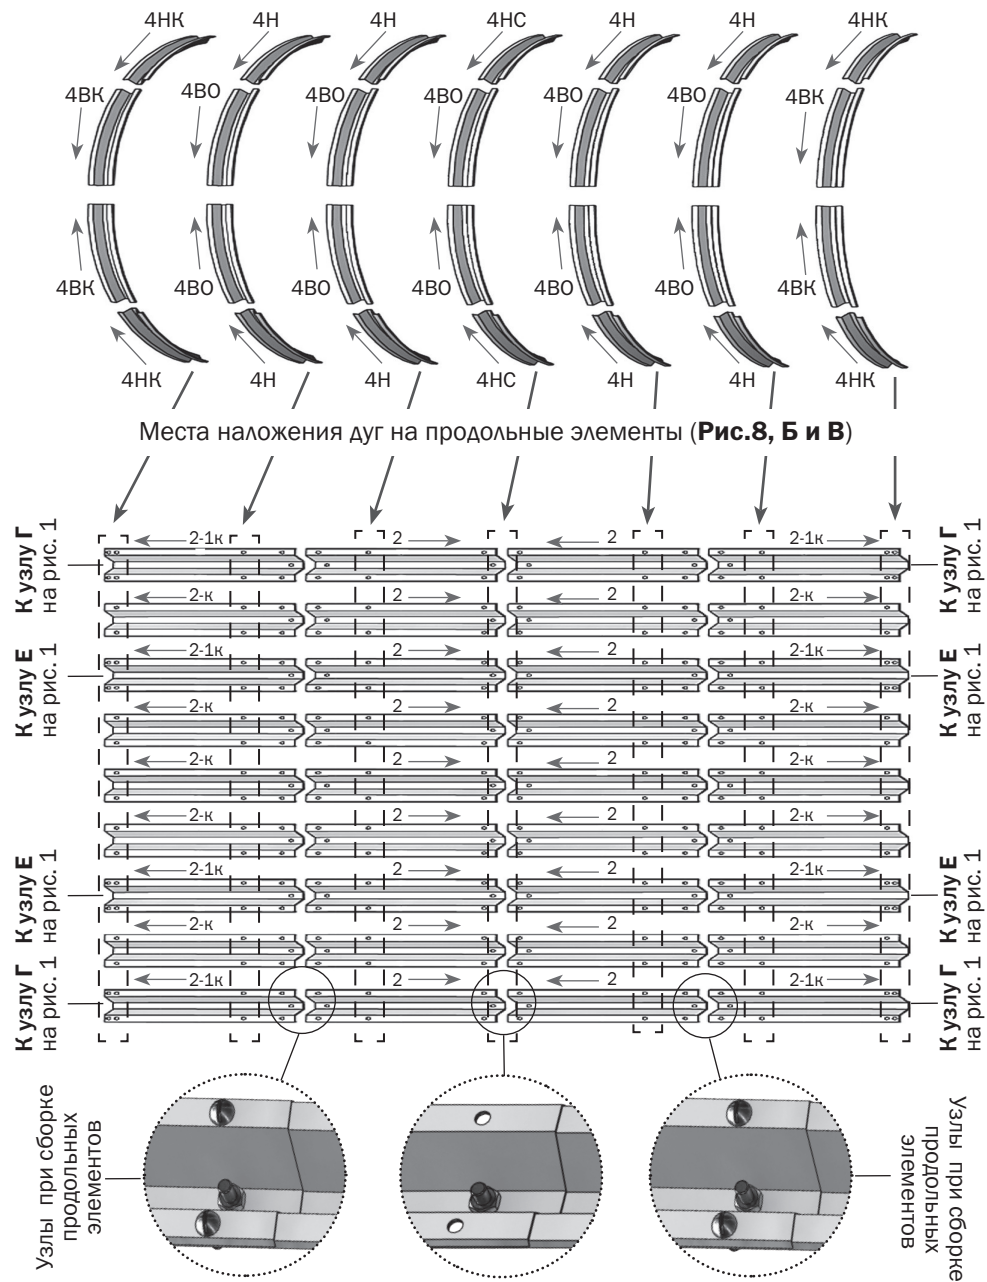

Рис. 5 Расположение дуг и продольных элементов каркаса
детали **4** и **2** - см. **Рис.5,6**
3. Выполняйте сборку в соответствии с фотографиями этапов сборки и узлов, представленными на **рис. 5...14**.